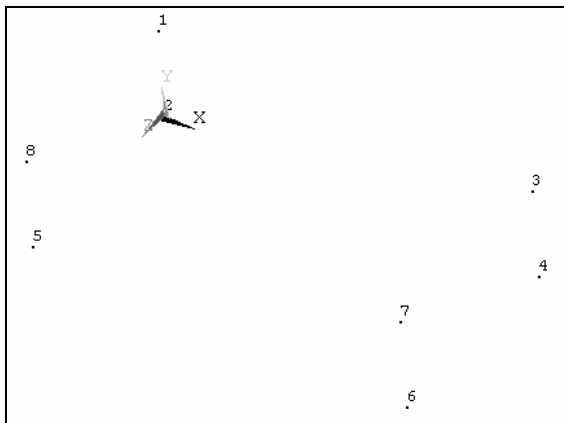

图 2-16 长方体的关键点
(7) 单击“Plot Numbering Controls”窗口中的“OK”按钮显示出长方体关键点的编号(见图 2-16)。
(8) 依次选择 Utility Menu>Plot>Volume, 重新显示长方体。